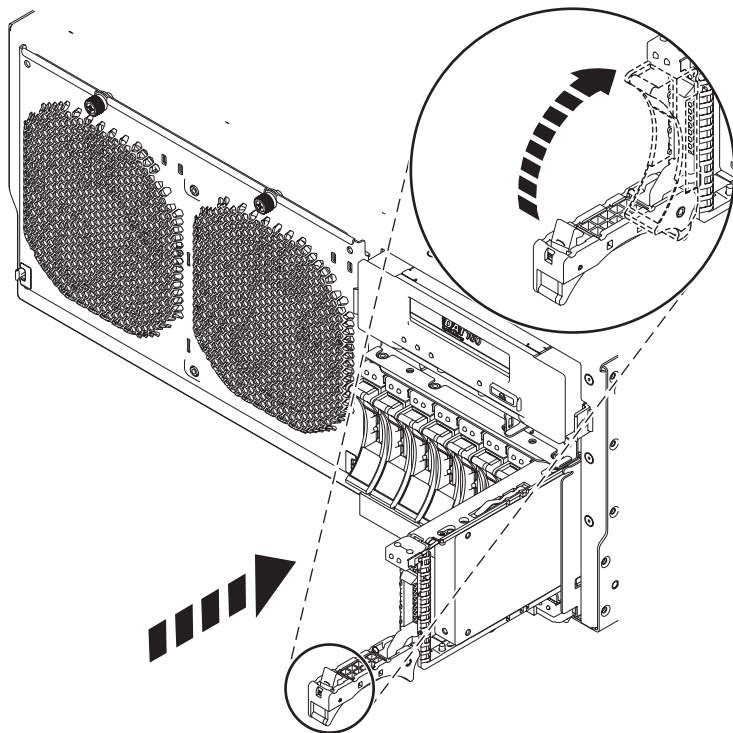

Figura 53. Substitució d'una unitat de disc o d'una unitat d'estat sòlid al sistema
6. Inseriu la unitat de disc o la unitat d'estat sòlid fins al fons del sistema o unitat d'expansió i feu pressió a la nansa (A) fins que quedi bloquejada, tal com es mostra a la Figura 53 a la pàgina 84.